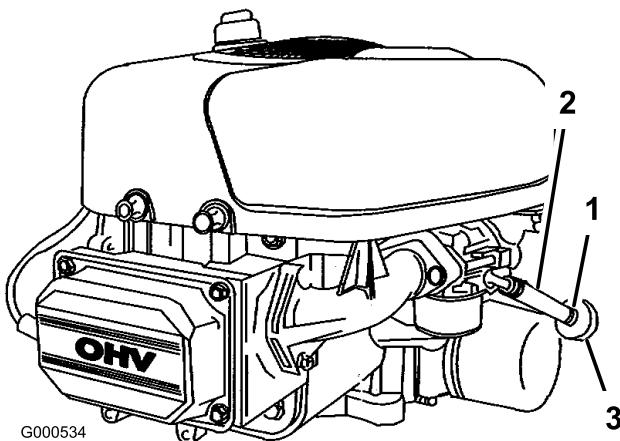

Figura 41
- Allentate la fascetta stringitubo e spostatela in alto sul tubo del carburante, lontano dalla valvola di intercettazione del carburante (Figura 41).
- Togliete i tubi del carburante dal filtro del carburante (Figura 41).
- Collegate il tubo del carburante al filtro del carburante. Infilate la fascetta vicino al filtro del carburante, per fissare il tubo del carburante (Figura 41).
- Premete le estremità delle fascette stringitubo ed allontanatele dal filtro (Figura 41).
- Montate un nuovo filtro ed avvicinate le fascette stringitubo al filtro (Figura 41).